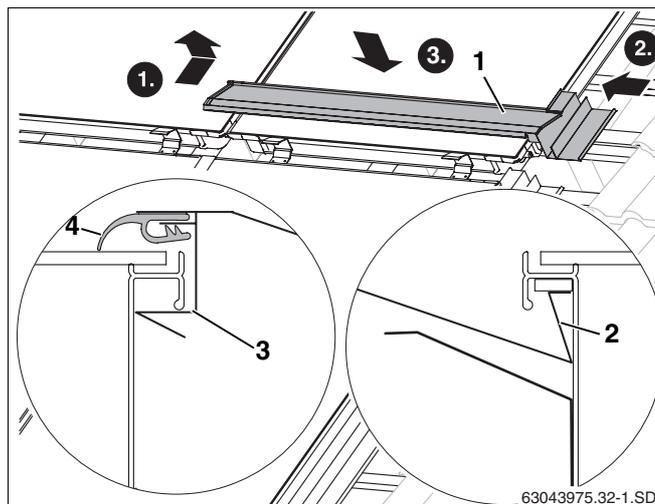

Fig. 51 Posa della prima lamiera di copertura centrale
- Inserire la piegatura verso l'alto della lamiera di copertura (fig. 51, **pos. 2**) nell'impugnatura del telaio dei collettori.
- Applicare la lamiera di copertura (fig. 51, **pos. 1**) al collettore inserendola nella lamiera di copertura laterale destra.
- Premendo sulla parte superiore della lamiera di copertura, la lamiera si incastra sotto l'impugnatura del telaio dei collettori (fig. 51, **pos. 3**).
- Disporre lo spigolo di gomma (fig. 51, **pos. 4**) sulla parte superiore del collettore e spostarlo in avanti.